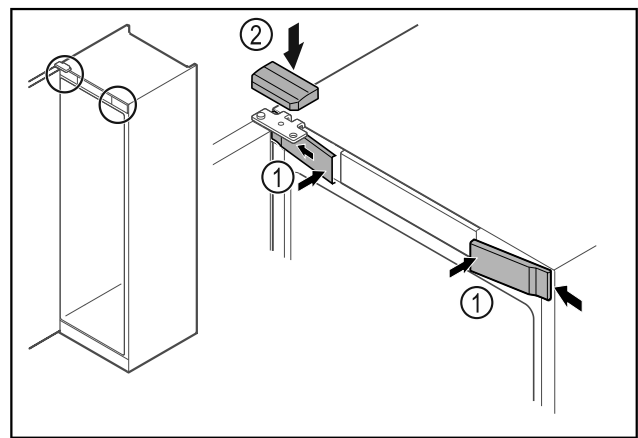

Fig. 47 \*
- Haka fast skydden fram Fig. 47 (1) på sidan och sätt på dem.\*
- Sätt på det övre skyddet Fig. 47 (2) uppifrån.\*